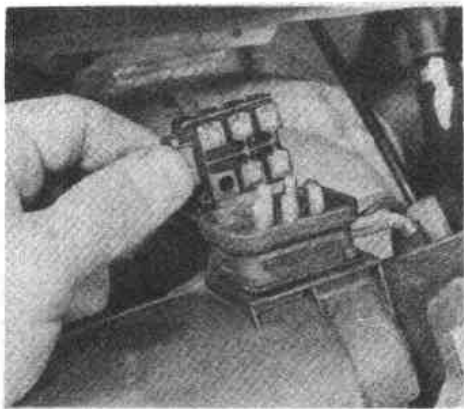

图 5-3-6
(7) 按图 5-3-6 所示, 拆下电机导线连接器, 然后从车上拆下电机与联动机构总成。